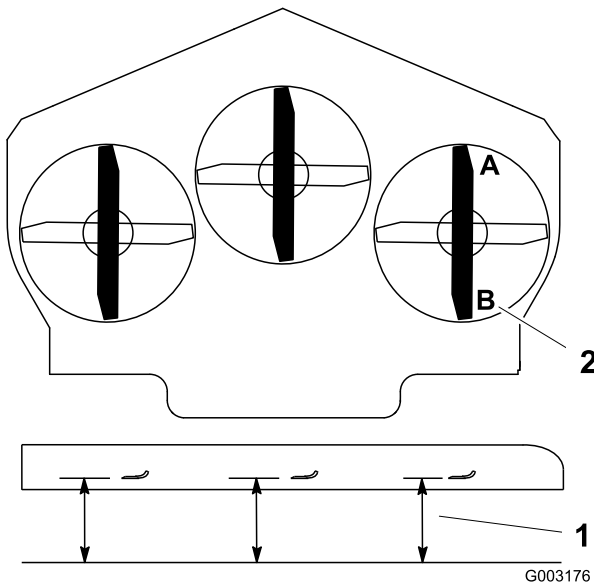

Figure 80
1. Tournez la lame droite dans le sens longitudinal (Figure 80).
2. Mesurez la distance au point **A** entre la surface plane et le tranchant de la pointe de la lame droite (Figure 80).
4. Mesurez la distance au point **B** entre la surface plane et le tranchant de la pointe de la lame droite (Figure 80).
6. La lame doit être plus basse de 6 à 10 mm au point **A** qu'au point **B** (Figure 80). Si ce n'est pas le cas, passez aux opérations suivantes.